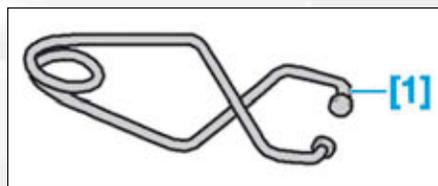

FIG.9
- [1]. Outil de compression du cylindre de roue (Fig.9).